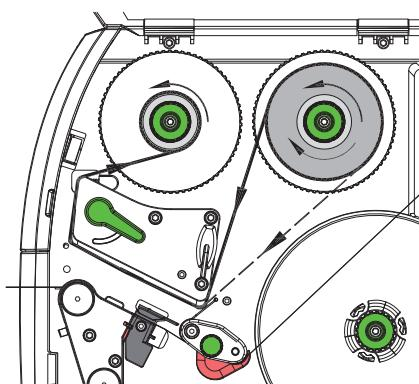

Рис. 26 Ход трансферной ленты
5. Удерживая рулон с трансферной лентой (1), поверните врачающуюся ручку намотчика (3) против часовой стрелки до полной фиксации рулона.
6. Установите подходящий сердечник трансферной ленты (4) на намотчике (5) и закрепите аналогичным образом.
7. Проведите трансферную ленту через печатный узел, как показано на рис. 26.
8. Закрепите начало трансферной ленты с помощью клейкой ленты на сердечнике (4). При этом намотчик трансферной ленты должен вращаться против часовой стрелки.
9. Поверните намотчик трансферной ленты (5) против часовой стрелки, чтобы выровнять ход ленты.
10. Поверните рычаг (6) по часовой стрелке, чтобы зафиксировать печатающую головку.